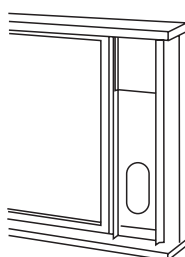

Fig. 14
3. Corte la longitud necesaria de sello de espuma (tipo adhesivo) y adhiéralo a la parte superior de la ventana, como se muestra en la Fig. 14.